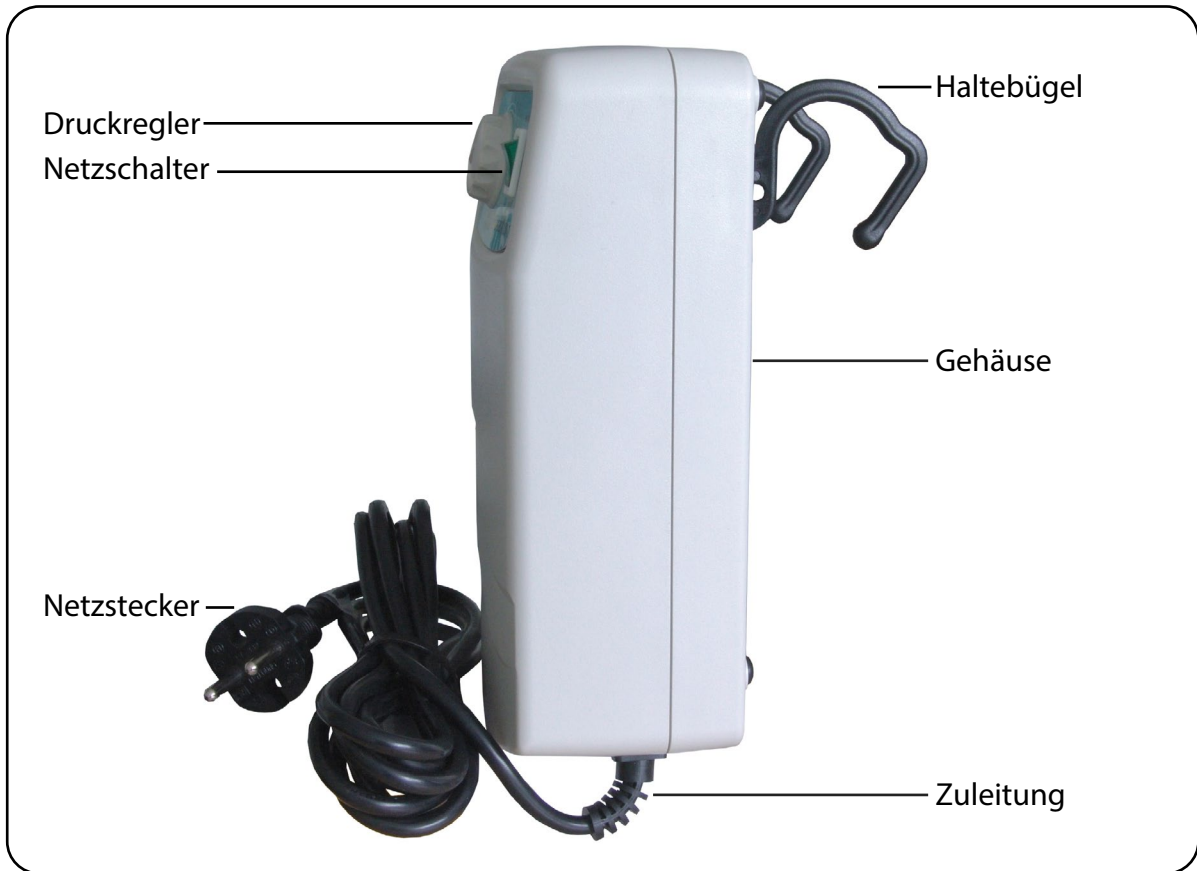
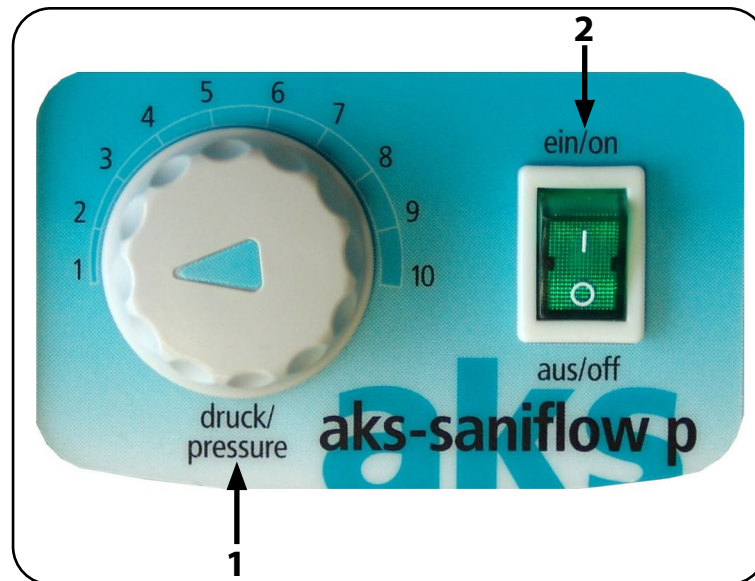

Abb. 5.01 - Aggregat Seitenansicht saniflow® p
Abb. 5.1.01 - Bedienfeld saniflow® p Aggregat
Über den Druckregler auf dem Bedienfeld des Aggregates (Abb. 5.1.01) wird der Fülldruck im Verhältnis zum Patientengewicht nach einem Diagramm (Abb. 8.1.01) als Richtwert eingestellt. Der Druck ist dabei stufenlos in einem Skalierungsbereich von 1 bis 10 einzustellen und somit individuell an das Patientengewicht bzw. an die momentane Belastungssituation anzupassen. Durch eine Überprüfung direkt am Patienten und ggf. einer Nachregulierung des Fülldrucks wird eine optimale Anpassung an die Besonderheiten des Patienten ermöglicht (siehe Kapitel Bedienung/Anwendung Abschnitt **Normalbetrieb**).
12. Überprüfen Sie, dass der Netzschalter (grün) des Aggregates auf „aus“ (0) steht. Der Netzschalter befindet sich auf der Vorderseite des Aggregates (Abb. 5.01 und Abb. 5.1.01).
1. Schalten Sie das Aggregat mit dem Netzschalter ein (Abb. 5.01 und Abb. 5.1.01). Die Betriebskontrollleuchte im Netzschalter leuchtet grün auf.
2. Drehen Sie den Druckregler (Abb. 5.1.01) auf den Skalenwert 1, damit sich der Betriebsdruck in der Wechseldruckmatratze aufbauen kann.
1. Schalten Sie das Aggregat mit dem Netzschalter (Abb. 5.01 und Abb. 5.1.01) aus und trennen Sie es vom Stromnetz, indem Sie den Netzstecker aus der Netzsteckdose ziehen.
Netzschalter ist nicht eingeschaltet	Netzschalter einschalten (Betriebskontrollleuchte im Netzschalter muss leuchten) (Abb. 5.01 und Abb. 5.1.01)